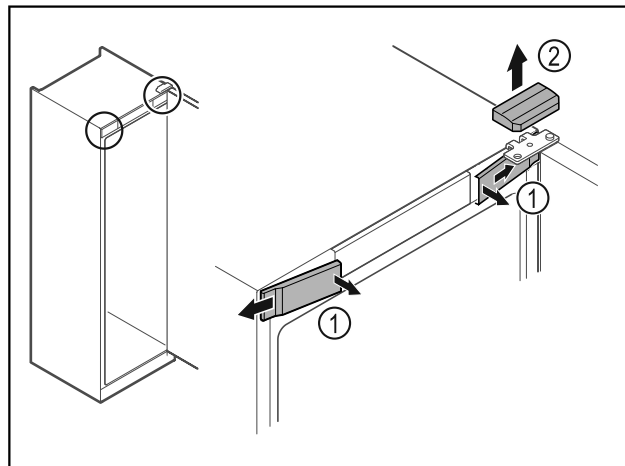

Fig. 17
- 从内侧松开前盖板 Fig. 17 (1)并移到一旁。
- 朝上取下上盖板 Fig. 17 (2)。